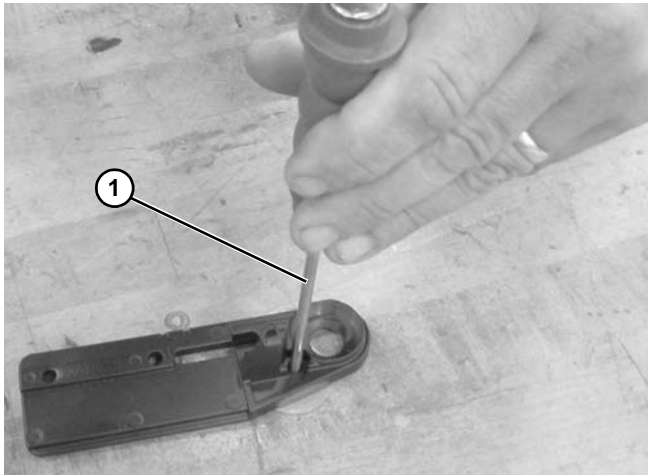
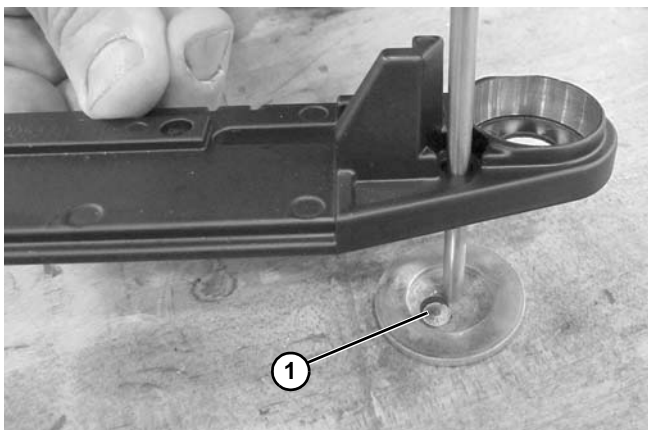

Figura 95
Figura 96
4. Repita la misma operación para sacar (**Figura 96, artículo 1**) el orificio del tornillo de alineación utilizando un punzón de entre 3 y 5 mm (**Figura 95, artículo 1**) o un perno M5 - M6.